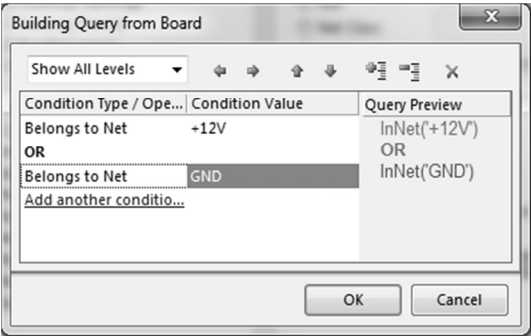

Рис. 4.13. Окно Building Query from Board
7. В левой части диалогового окна щелкните на операторе **AND** (И) и выберите **OR** (ИЛИ) из выпадающего списка. Убедитесь, что запрос выглядит как **InNet('12V') OR InNet('GND')**, рис. 4.13.